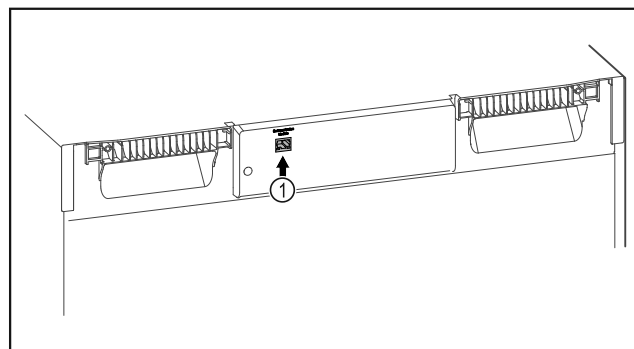

Fig. 101
- SmartModule Fig. 101 (1) är insatt.